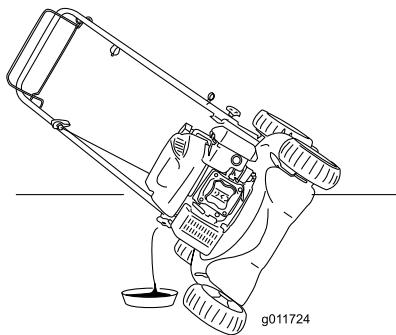

Рисунок 21
- Переверните газонокосилку на одну сторону таким образом, чтобы масляный щуп был направлен вниз, для слива отработанного масла через маслозаливную горловину (Рисунок 21).